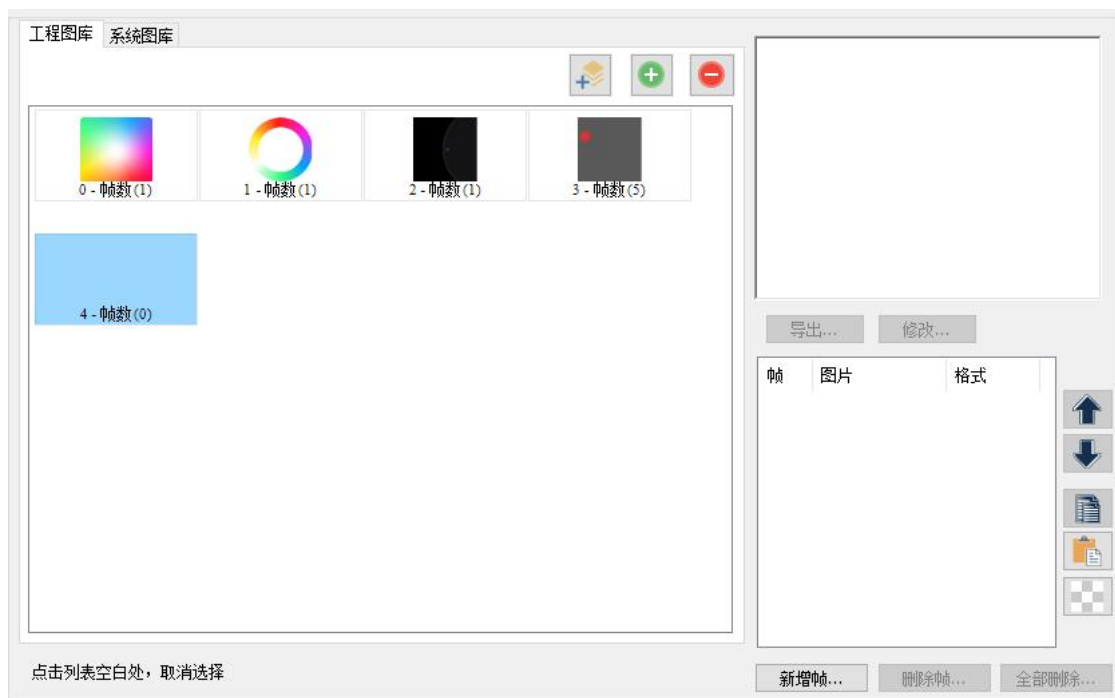

图 7-12 全部删除
- 删除所有帧：选中指定图标 4，删除所有帧，如图 7-12 所示；